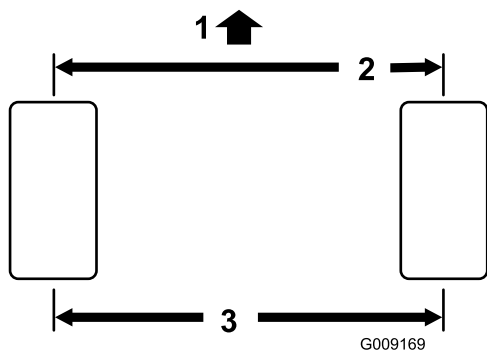

图 48
5. 以轮轴的高度为标准分别测出前轮的轮前距离和轮后距离 图 48。